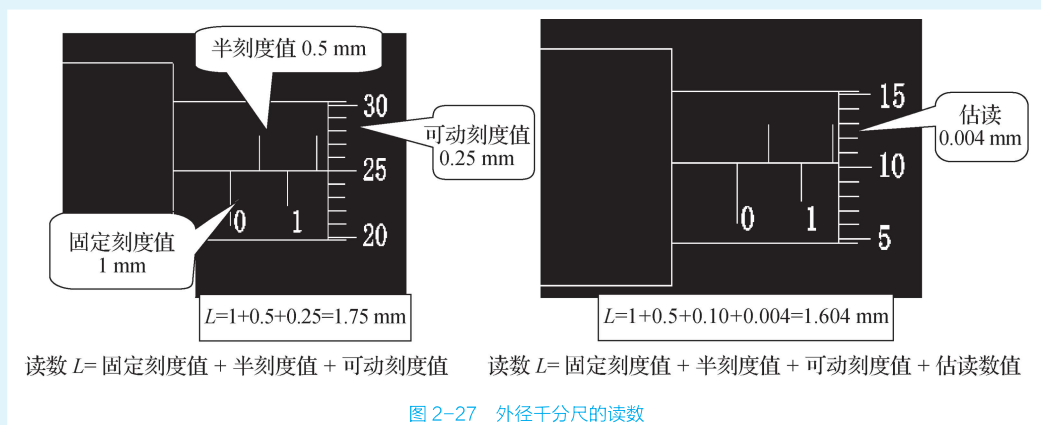

图 2-27 外径千分尺的读数
- (1) 以微分筒的端面为基准线, 读出固定套筒下刻度线的值 (固定刻度值)。
- (2) 以固定套筒上的水平横线作为读数基准线, 读出微分筒上的值 (可动刻度值), 读数时应估读到最小刻度的 $1/10$, 即 0.001 mm 。
- (3) 若微分筒的端面与固定套筒的下刻度线之间无上刻度线, 则测量数值即为下刻度线的数值加微分筒的数值。
- (4) 若微分筒的端面与固定套筒下刻度线之间有一条上刻度线, 则测量结果应为下刻度线的数值加上 0.5 mm , 再加上微分筒的数值, 如图 2-27 所示。